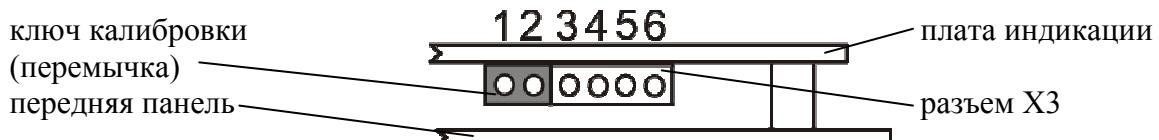

Рисунок 3.1 – Расположение ключа (перемычки) разрешения калибровки
- ключ расположен справа над энкодером на плате индикации Для разблокирования доступа установить перемычку (стандартный «джампер» с шагом 2.54 мм) между контактами 1 и 2 разъема X3 (см. рисунок 3.1). Для блокирования - снять перемычку с контактов 1 и 2 (чтобы не потерять, можно переставить ее на контакты 3 и 4);